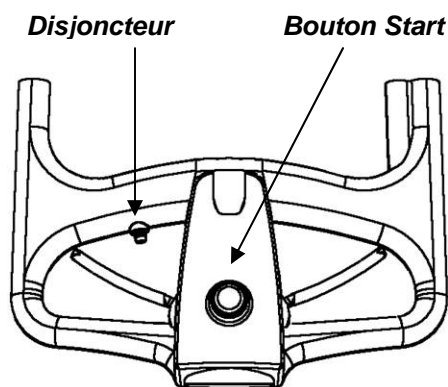
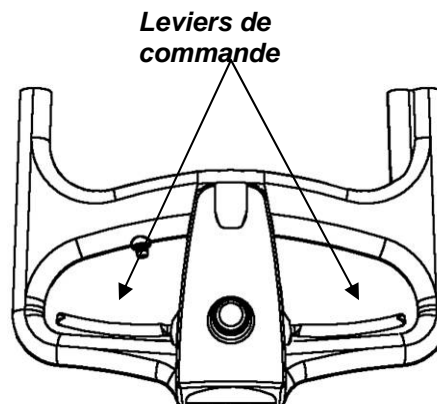

Figure 11
Figure 12
1. Pour démarrer la tondeuse, appuyez d'abord sur le bouton Start, puis actionnez les leviers de commande (*Figure 11*). Relâchez le bouton Start quand le moteur démarre et continuez à maintenir les leviers de commande (*Figure 12*).
2. La tondeuse s'arrête pendant la tonte (pour une raison autre que le relâchement de la barre de commande de présence de l'opérateur).	<p>A. Le moteur a peut-être été surchargé et le disjoncteur à l'intérieur de la clé de sécurité a coupé l'alimentation pour protéger le moteur.</p> <p>B. La tondeuse essaie de couper une trop grande quantité de gazon. Relevez-la à une hauteur de coupe plus élevée et essayez de la redémarrer.</p> <p>C. La batterie est complètement déchargée, le témoin rouge est allumé et la tondeuse va bientôt s'arrêter.</p> <p>D. Le bouton de sécurité n'est peut-être pas complètement engagé ; réinitialisez-le et réessayez. Reportez-vous à la Figure 11.</p>